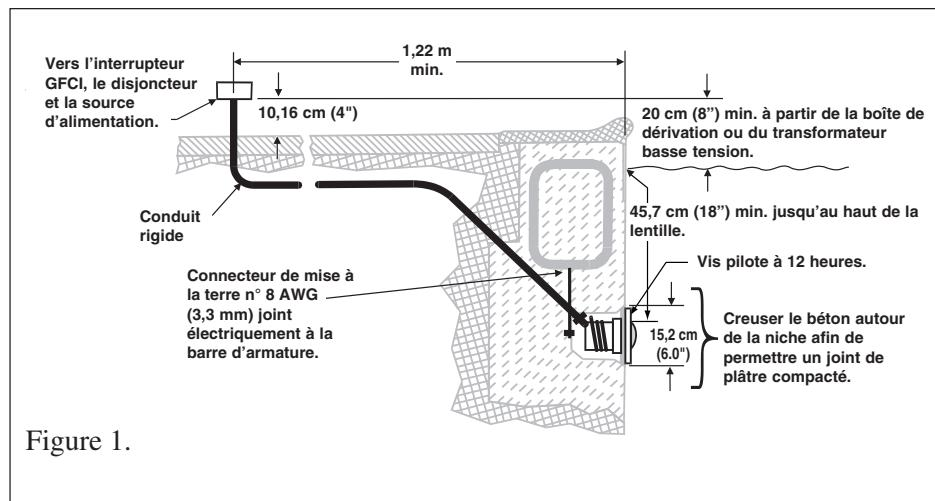

Figure 1.
A. Avant que l'appareil d'éclairage ne puisse être installé, l'électricien devra procéder aux préparatifs suivants, cf. figure 1 ci-dessous.
- La boîte de dérivation (ou, pour les modèles de 12 volts, le transformateur basse tension) est située à au moins 20 cm (8 pouces) au-dessus du niveau du sol et à au moins 1,22 m (48 pouces) du bord de la piscine, cf. figure 1 ci-dessous.
- La niche submersible doit être installée convenablement, de telle manière que le trou de la vis soit à 12 heures et que le rebord supérieur de la lentille du luminaire soit à une profondeur d'au moins 45,7 cm (18 pouces) au-dessus de la surface de l'eau dans la piscine, cf. figure 1 ci-dessous.
- La niche immergée comporte des joints électriques appropriés et est convenablement reliée à la terre au moyen du connecteur de terre n° 8 AWG (3,3 mm) situé à l'arrière de la niche, cf. figure 1.
- Acheminer le cordon à travers le conduit jusqu'à la boîte de dérivation en laissant au moins 1,22 m (4 pieds) à enrouler autour de la lampe au niveau de l'appareil d'éclairage, cf. figure 1. Ce mètre vingt-deux permet de procéder au remplacement de la lampe une fois la piscine remplie d'eau.
- b. La boîte de dérivation (ou, pour les modèles de 12 volts, le transformateur basse tension) est située à au moins 20 cm (8 pouces) au-dessus du niveau du sol et à au moins 1,22 m (48 pouces) du bord de la piscine, cf. figure 1.
- d. La niche immergée est correctement installée de manière à ce que le bord supérieur de la lentille de la lampe soit à au moins 45,7 cm (18 pouces) au-dessous de la surface de l'eau dans la piscine, cf. figure 1.
- e. La niche immergée comporte des joints électriques appropriés et est convenablement reliée à la terre au moyen du connecteur de terre n° 8 AWG (3,3 mm) situé à l'arrière de la niche, cf. figure 1.
5. Laisser au moins 1,22 m (4 pieds) de cordon à enrouler autour de la lampe, cf. figure 1. Ce mètre vingt-deux permet de procéder au remplacement de la lampe une fois la piscine remplie d'eau.